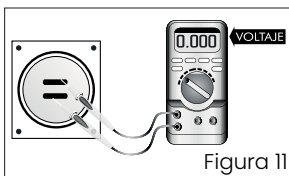

Figura 11
- Asegúrese que el voltaje del tomacorriente de la conexión de la instalación eléctrica esté acorde con el voltaje nominal del producto (Ver figura 11).